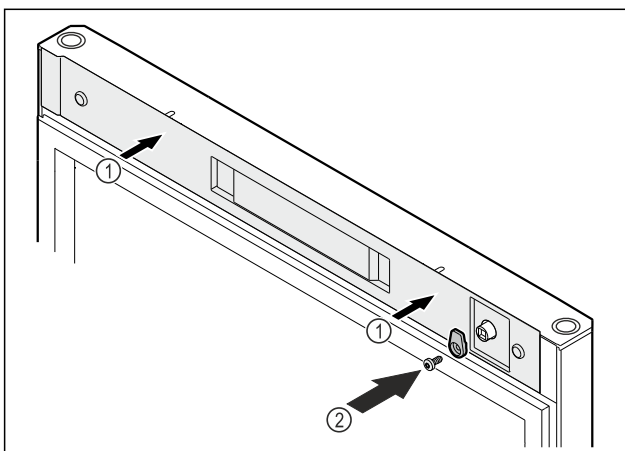

Fig. 54
- Abdeckung aufsetzen Fig. 54 (1).
- Schließhaken anschrauben Fig. 54 (2).